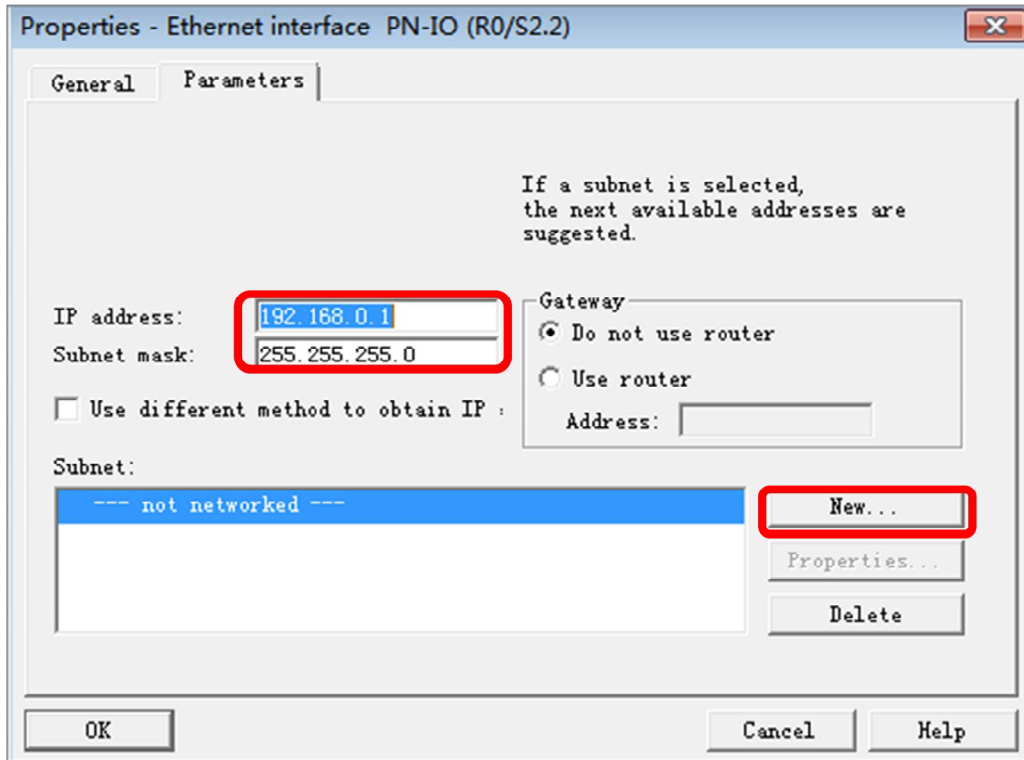
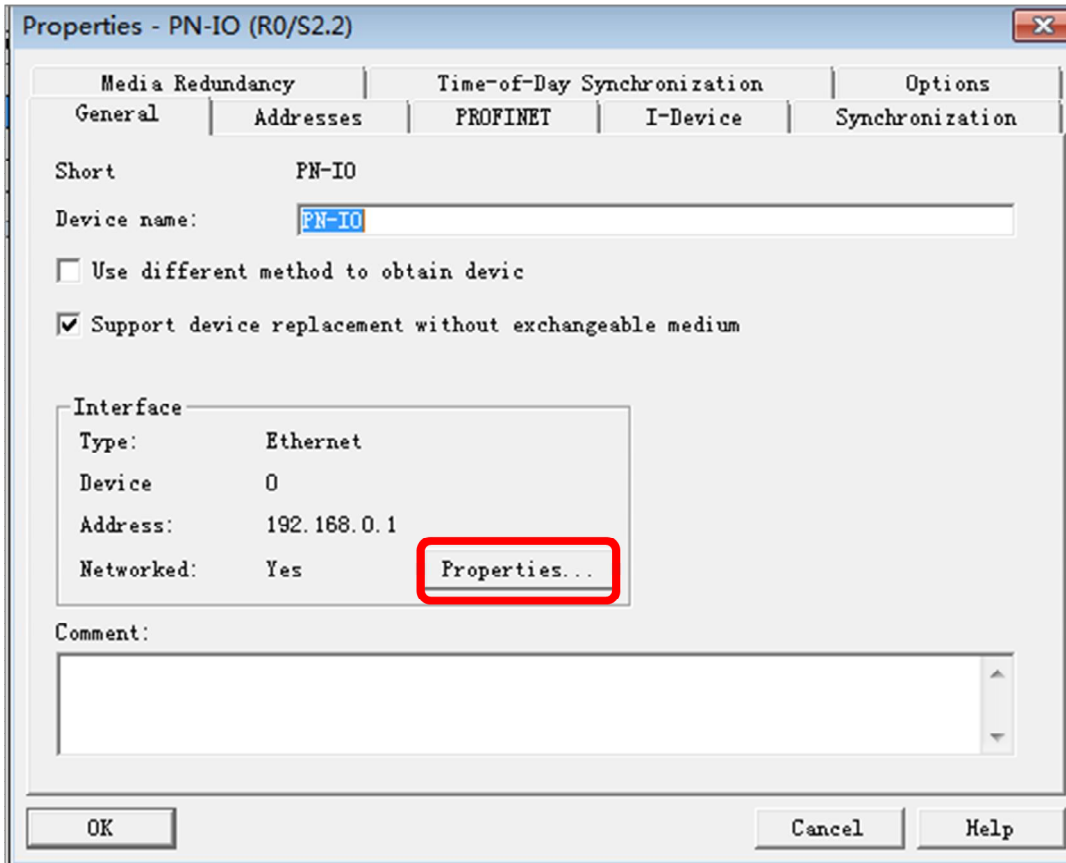

图 10 设置 IP 地址
图 14 PN-IO 属性
2.13 至此基本组态完成，如需要对 IP 地址进行修改，可双击 PN-IO 卡槽，会弹出 PN-IO 属性窗口，如图 14 所示，点击属性（Properties）按钮则会弹出之前图 10 所示窗口，即可对 IP 地址进行修改。